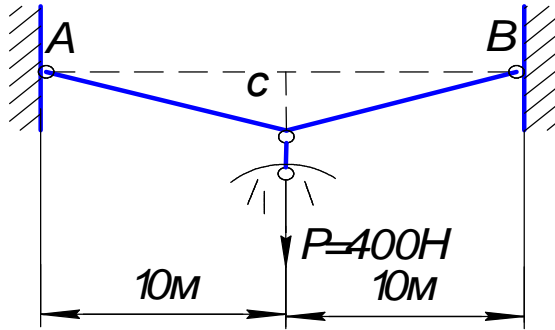

Рис.2.11
2.23. На стальной проволоке укреплен светильник весом $P = 400 \text{ Н}$. Подобрать диаметр проволоки из условия, чтобы напряжения в ней не превышали 120 МПа , и определить вертикальное перемещение светильника после его установки (рис.2.11).